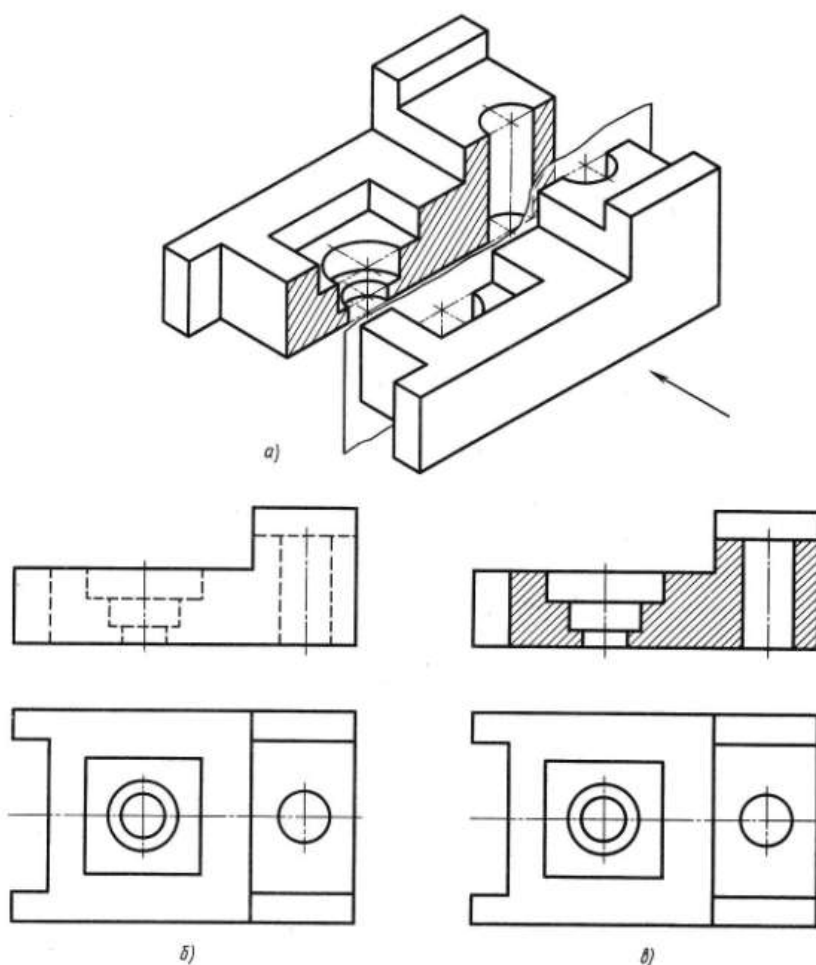

Рис.42
**Разрез** — изображение предмета, мысленно рассеченного одной или несколькими плоскостями, при этом мысленное рассечение предмета относится только к данному разрезу и не влечет за собой изменения других изображений того же предмета. На разрезе показывается то, что получается в секущей плоскости и что расположено за ней. Другими словами, часть предмета, находящуюся между плоскостью, разрезающей его, и человеком, строящим изображение, мысленно удаляют, как показано на рис. 35(а). Направление взгляда здесь указано стрелкой. В результате внутреннее строение детали становится видимым. При этом линии невидимого контура (рис. 42,б) обводят линией видимого контура
Разрез, выполненный одной секущей плоскостью, называется простым (рис.42).
В разрезе изображают то, что расположено в плоскости разреза, и то, что расположено за ней. Стенки модели или детали, которые условно разрезала проведенная плоскость, заштриховывают тонкими сплошными линиями под углом  $45^\circ$  к горизонтальным линиям основной надписи. Если направление штриховки совпадает с направлением какой-либо контурной линии, то штриховку выполняют под углом  $30$  или  $60^\circ$  к линиям основной надписи. Расстояние между линиями штриховки в зависимости от площади штриховки может быть равно от  $1$  до  $10$  мм. Те части предмета, которые расположены за плоскостью разреза, не заштриховывают (рис. 42,в). Если на чертеже детали выполнено несколько разрезов, то все они должны иметь одинаковое направление наклона штриховки и одинаковый интервал между линиями штриховки (рис. 42).